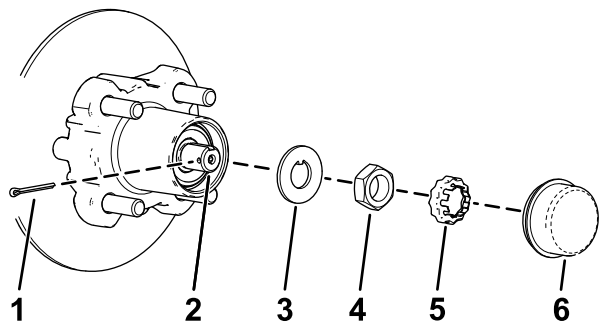
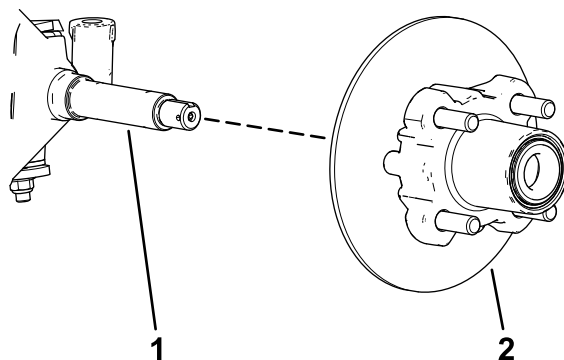

Bild 36
Bild 37
4. Nehmen Sie den Staubdeckel von der Radnabe ab (**Bild 36**).
5. Nehmen Sie den Splint und die Mutterbefestigung von der Spindel und der Spindelmutter ab (**Bild 36**).
6. Nehmen Sie die Spindelmutter von der Spindel ab und trennen die Radnabe und den Drehzylinder von der Spindel ab (**Bild 36** und **Bild 37**).